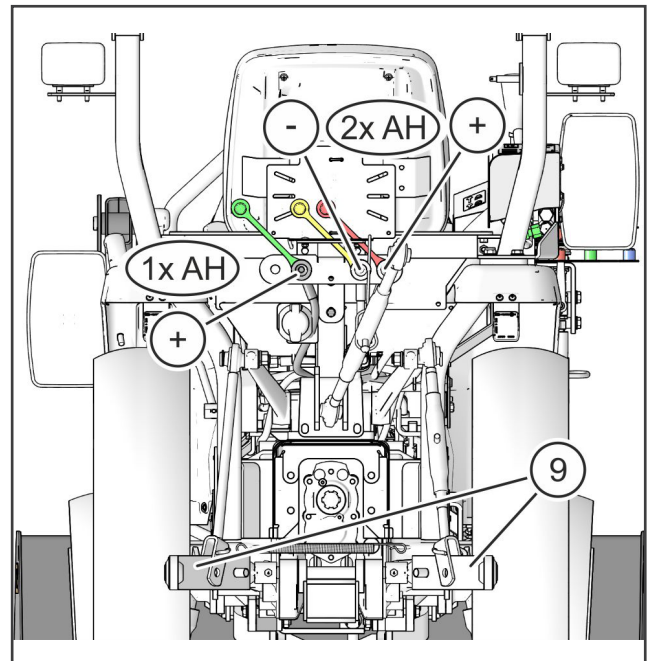

ABB.: 4
ABB.: 4 Im Heckbereich der Maschine befinden sich das Heckhubwerk (9) und die Kupplungen für die hydraulischen Stellteile von Anbaugeräten im Heckbereich der Maschine.